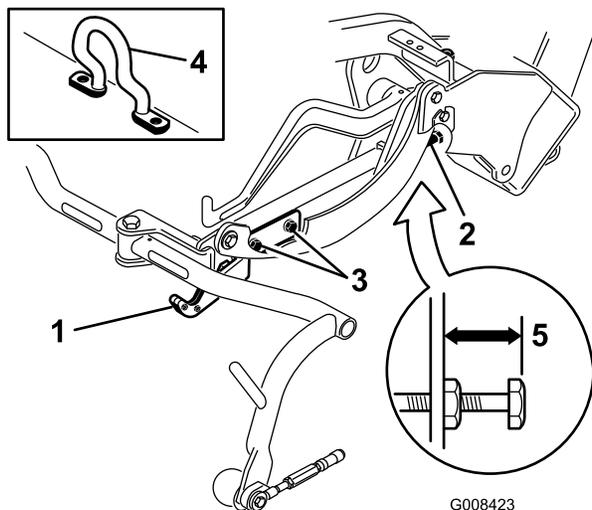
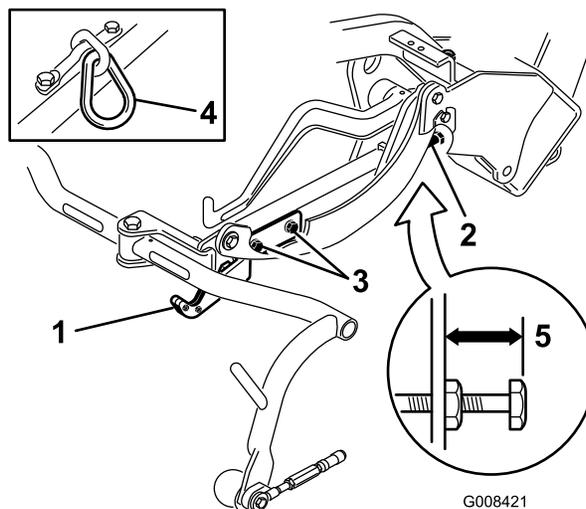
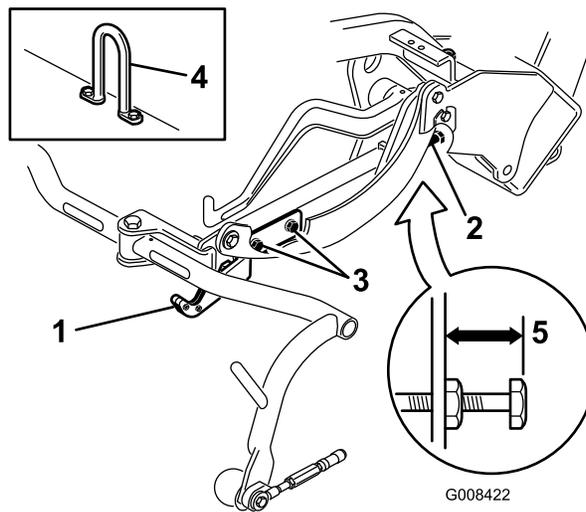

図 12
図 13
図 14
移動走行時の高さを調べ (図 13と図 14)、必要に
2. オフセット吊り下げフック (図 12、挿入図)
3. チェーンリンクまたはストレート吊り下げフック (図 13と図 14、挿入図) のついているカッ
む。 オフセットリフト・リンク (図 12) のつ
(図 13 と 図 14 と 図 12)。
7. キャリアフレームの高さが同じでない場合には、キャリアフレーム調整ねじについてのジャムナットをゆるめる（図 12と図 13と図 14）。高くするにはねじを外方向にまわし、低くするには内方向にまわす。調整ができた後ジャムナットを締めて調整を固定する。